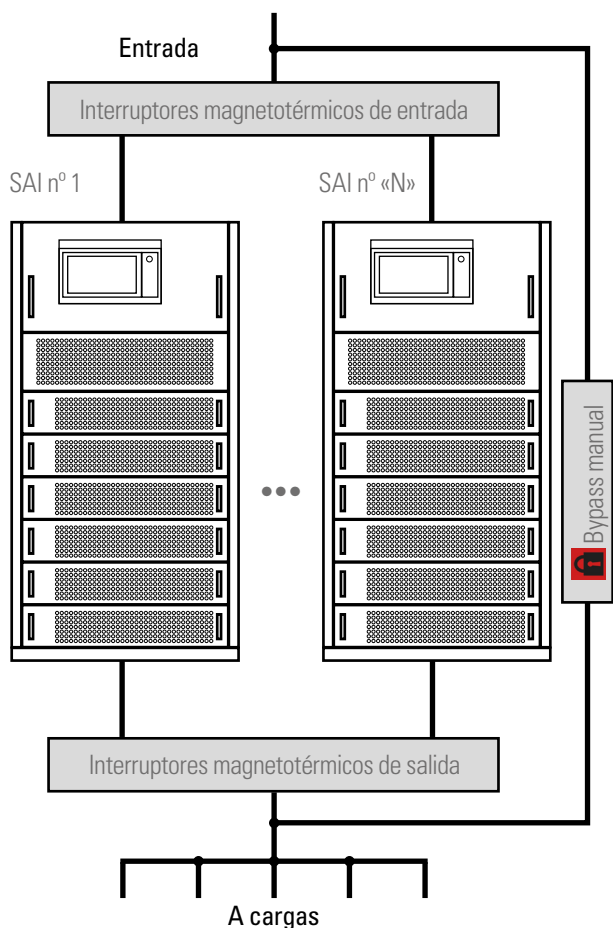
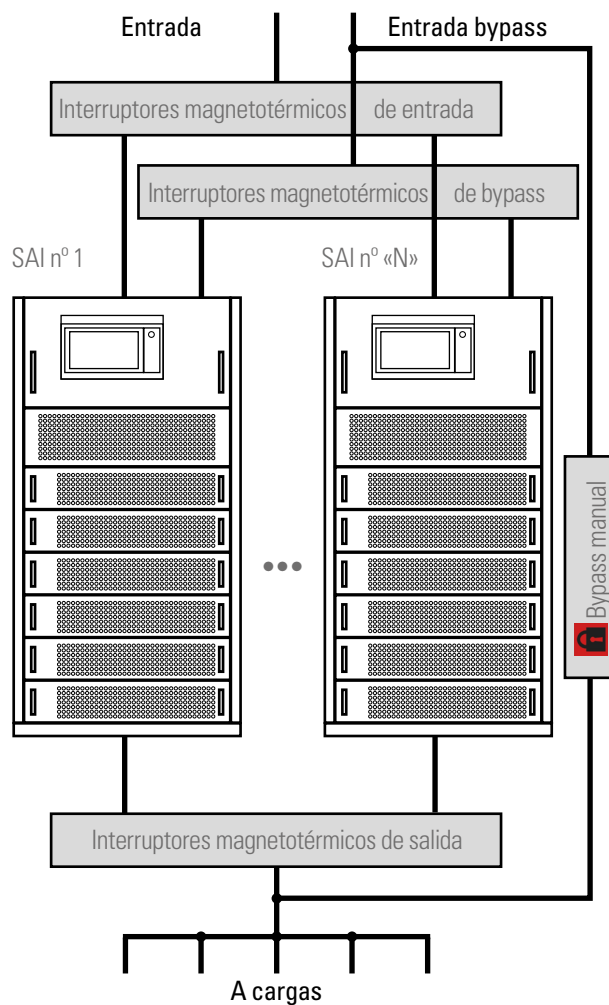

Fig. 40. Ejemplo de sistema en paralelo, con una única red de AC y cuadro de bypass manual.
Fig. 41. Ejemplo de sistema en paralelo, con línea de bypass estático independiente y cuadro de bypass manual.
- Más allá del bus de comunicaciones, es necesario dotar a la instalación del sistemas en paralelo, de un cuadro provisto de las protecciones individuales de entrada y salida, además de un bypass manual con bloqueo mecánico. Ver la Fig. 40 o Fig. 41 según disposición o no de línea de bypass estático independiente.